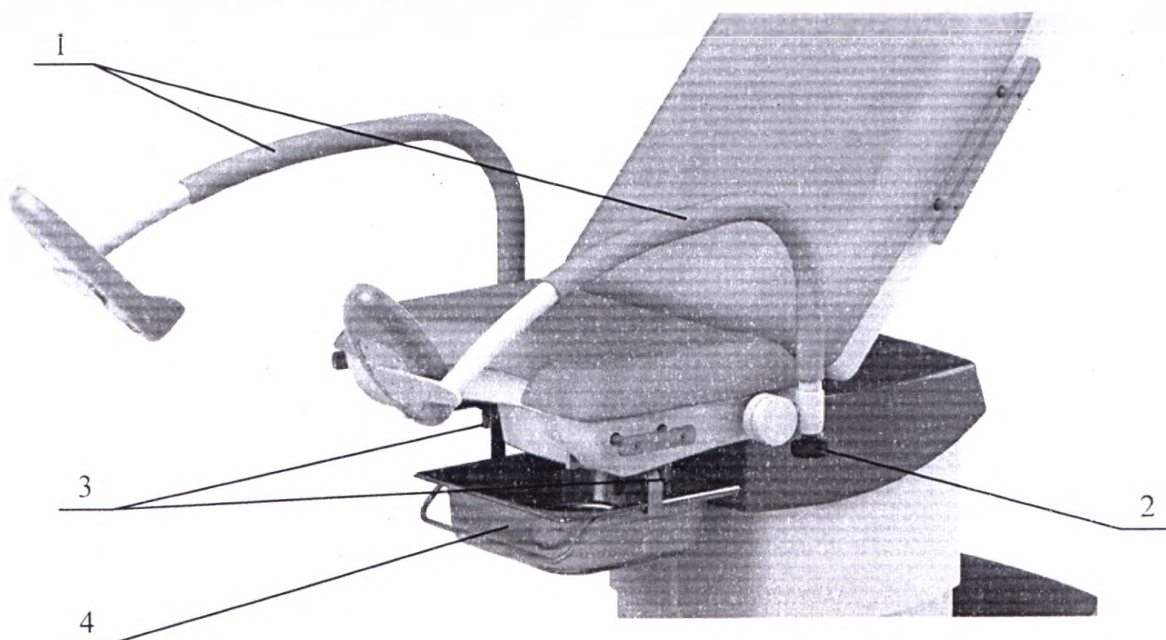

Рисунок 6. Регулировка приспособлений.
10.3 Упоры для рук с держателями стоп 1 расположены по бокам сиденья (Рисунок 6). Для регулировки разведения по ширине упоров для рук с держателями стоп отверните винты 2 на пару оборотов. Установите упоры в нужное положение, зажмите винты 2.